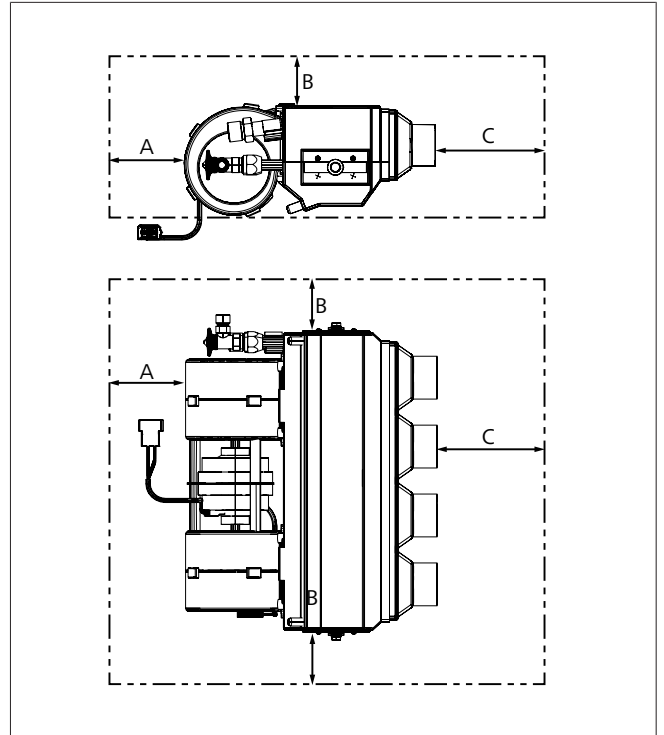

Fig. 13 Espacio libre
- Respete los espacios libres que se muestran en la Fig. 13.